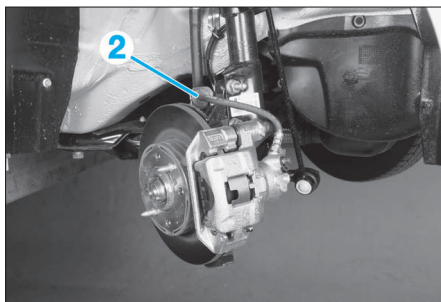

FIG. 31
- De chaque côté, déposer l'agrafe (2) (Fig.31), puis libérer le flexible de frein